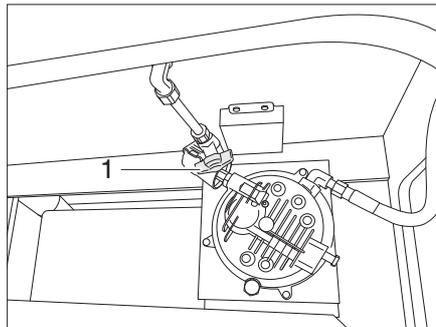

Bild 82 Gasabsperrentil Gasgenerator
- Das Gasabsperrentil des Gasgenerators (Bild 82,1) entgegen der Fließrichtung positionieren.